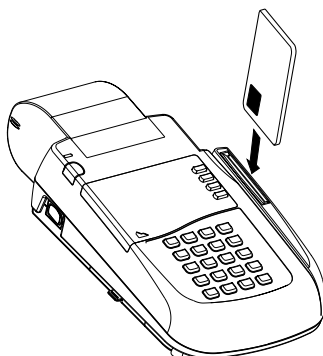

Abbildung 14 Verwenden des primären Chipkartenlesers
1. Führen Sie zum Beginnen einer Transaktion eine Chipkarte mit einer gleichbleibenden Bewegung in den Schlitz des Chipkartenlesers ein, bis diese hörbar einrastet (Abbildung 14).